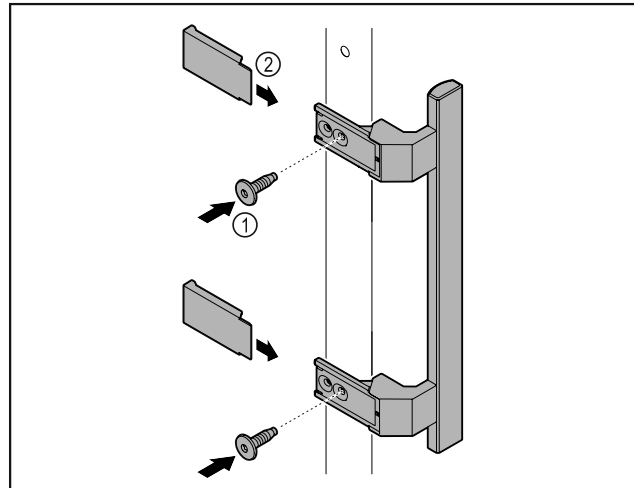

Fig. 8
- ▶ Монтирайте дръжката от пакета с принадлежности с приложените винтове Fig. 8 (1) на вратата.
- ▶ Нахлузете капака Fig. 8 (2).